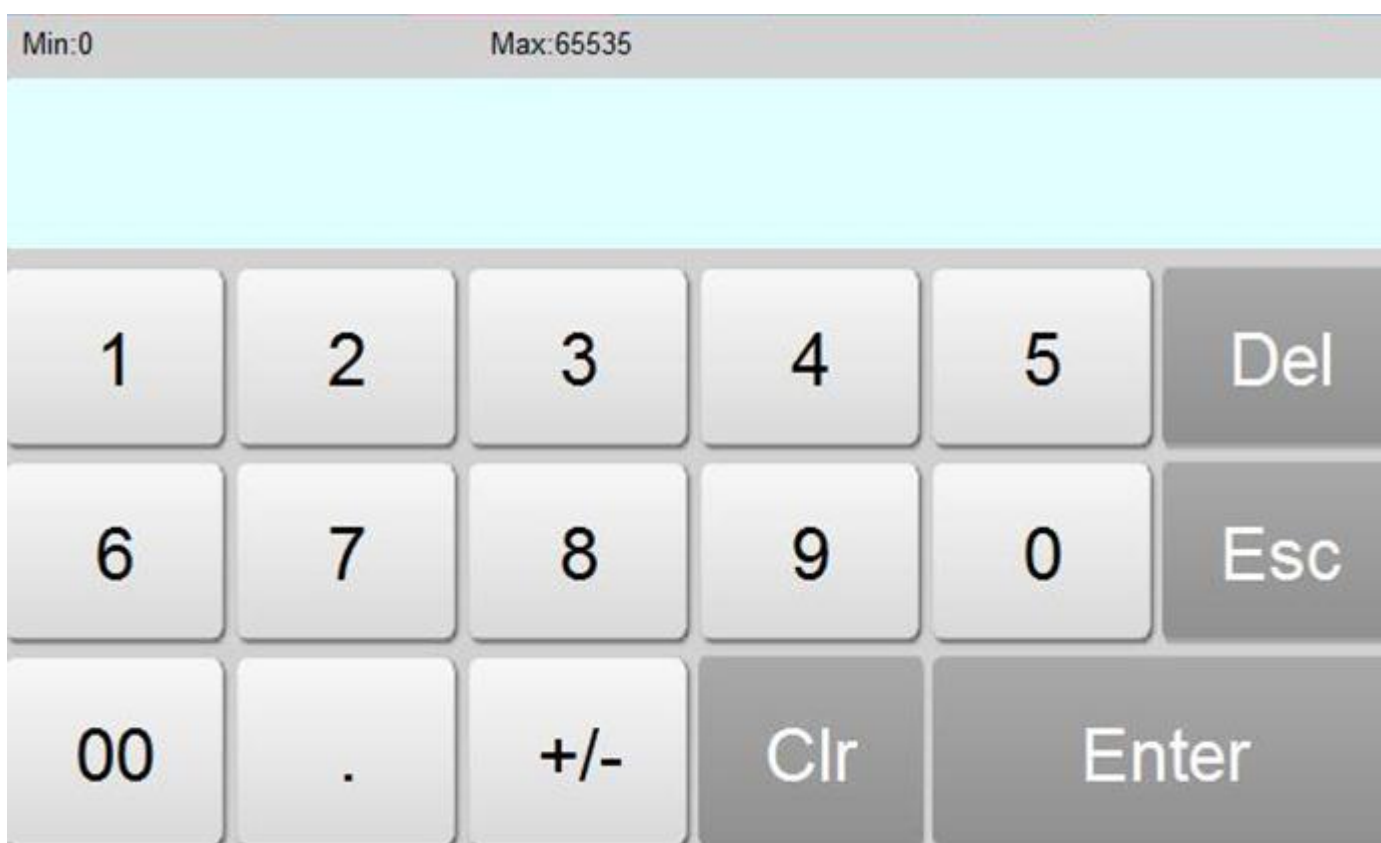

图 4-90 键盘
- ◆ 键盘输入：“状态类别”中的三个功能选项都可以选择。此功能在模拟或屏中，当用户点击该控件时，会弹出一个键盘供用户输入数值，如图 4-90 所示：